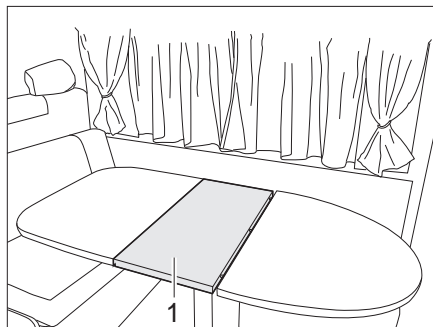

Fig. 100 Allungamento del tavolo fisso
- Inserire la prolunga del piano del tavolo (Fig. 100,1).
- Rimuovere la prolunga del piano del tavolo (Fig. 100,1) e stivarla in modo sicuro.